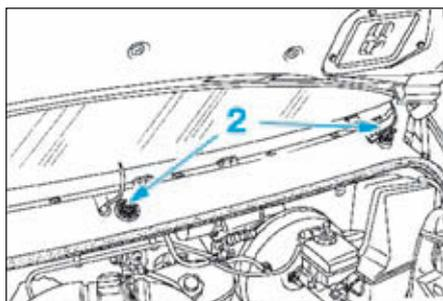

FIG.78
- Déposer les écrous de fixation (2) (Fig.78) du mécanisme.